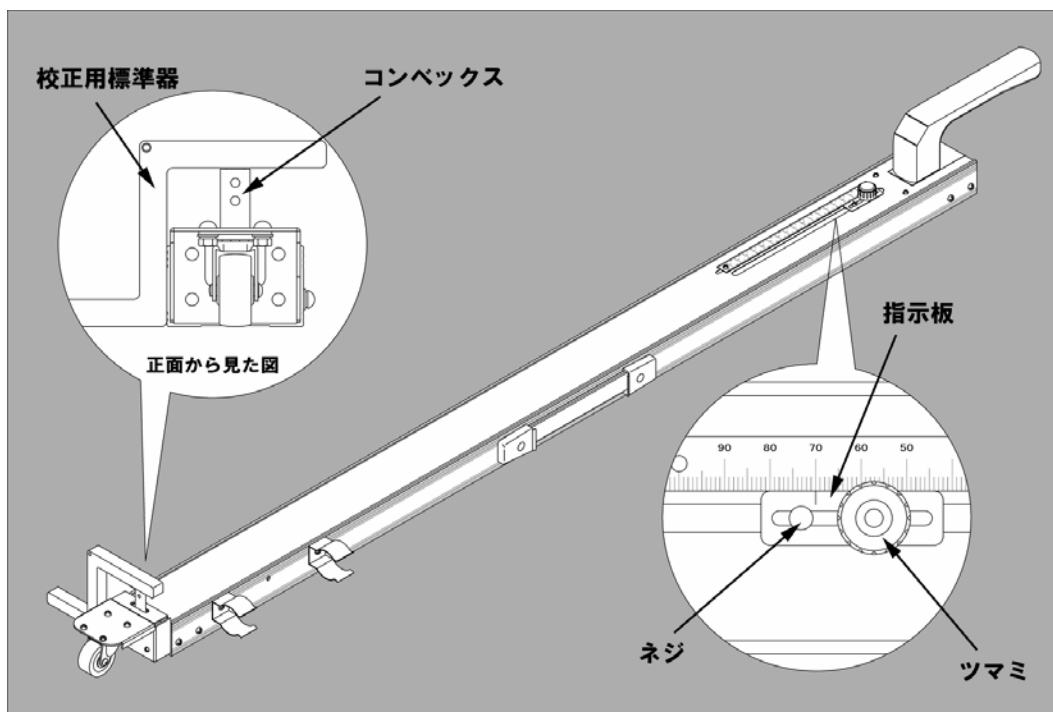

図8.校正方法
2. ツマミを移動し、コンベックスの上部が図8のように校正用標準器に当たるようにします。